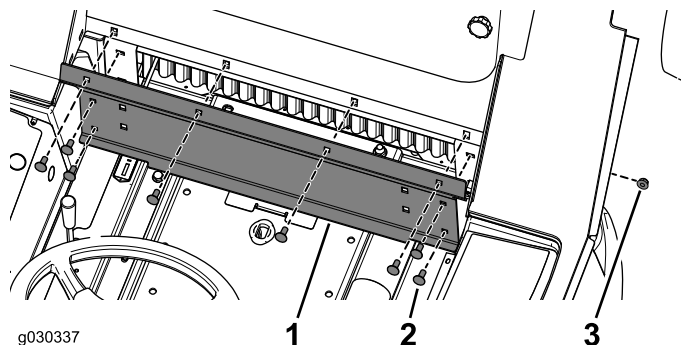

図 28
1. バックパネルをキャブに仮取り付けするキャリッジボルト 5/16 x 3/4 インチ 8本、ロックナット8個を使用する 図 28。